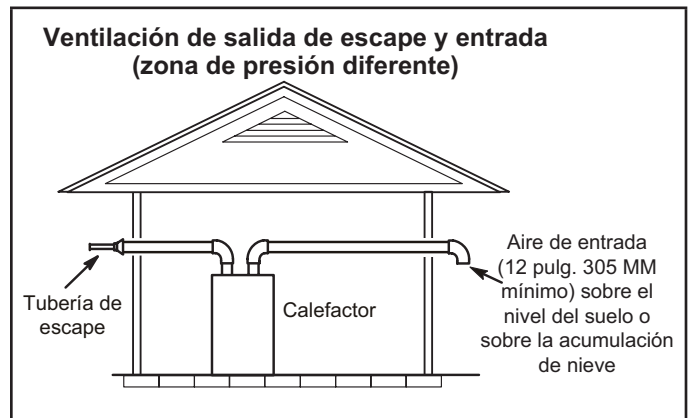
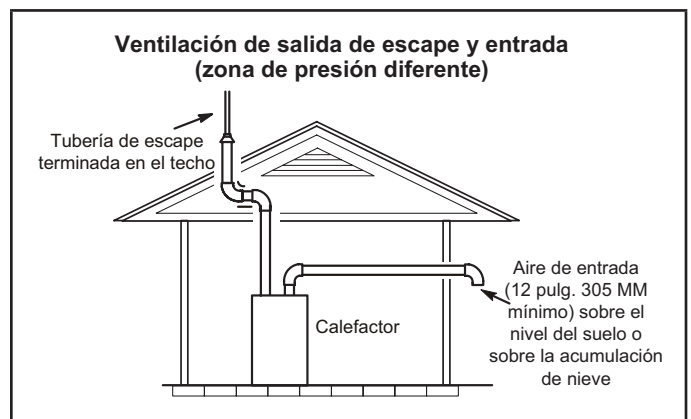

Figura 36
Figura 37
- 1 - Las terminaciones de entrada y de escape no tienen que estar en la misma zona de presión. Usted puede sacar la entrada en un lado de la estructura y el escape en el otro lado (Figura 36). Usted puede sacar el escape por el techo y la entrada por el costado de la estructura (Figura 37).